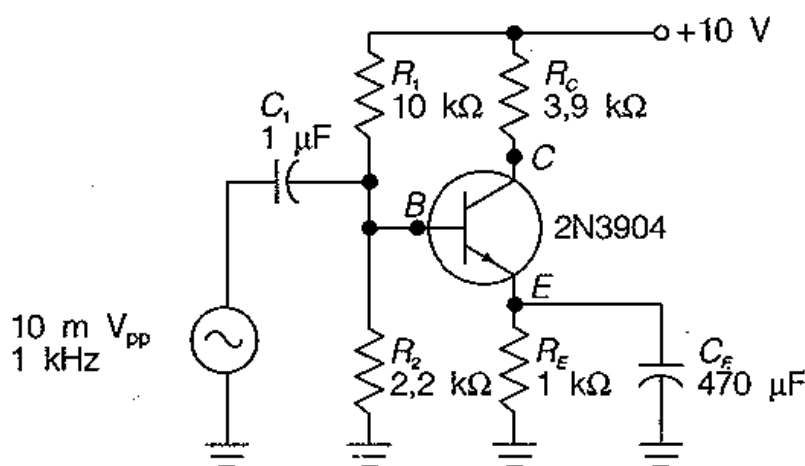

FIGURA 1
- 1 Na Figura 1 calcule a tensão CC na base, emissor e coletor. Anote suas respostas na Tabela 1